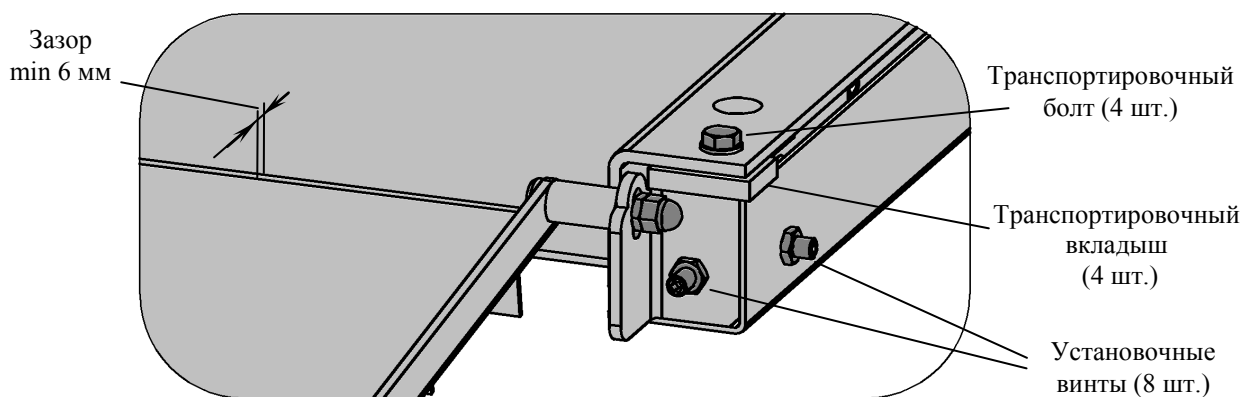

Рис. 5.1 - Сборка модуля
5.3 Вывинтить транспортировочные болты в четырёх углах х грузоприёмной платформы и удалить транспортировочные вкладыши между грузоприёмной платформой и подрамником (см. Рис. 5.1).